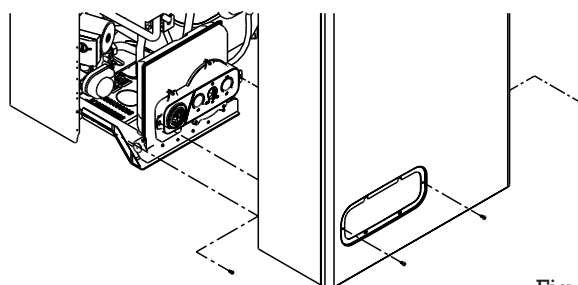

Fig. 3.3
- retirer les 2 vis de fixation frontales (fig. 3.3),